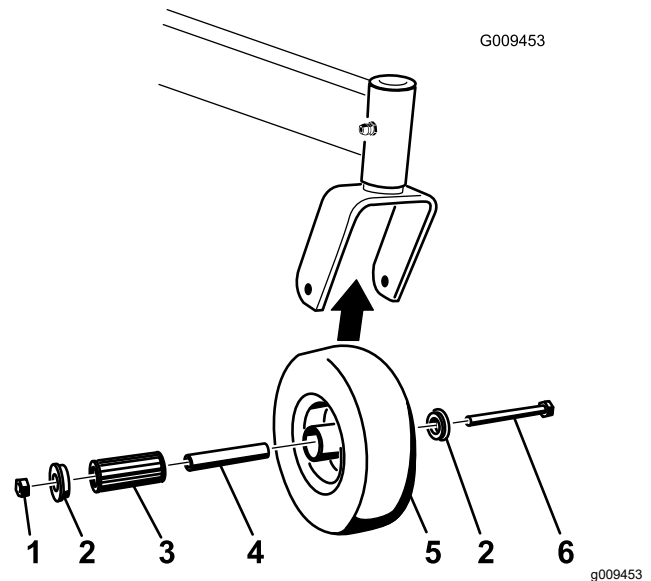

Bild 68
1. Entfernen Sie die Sicherungsmutter und die Radschraube, mit denen das Laufrad an der Laufradgabel befestigt ist (Bild 68).
2. Entfernen Sie eine Büchse und ziehen dann die Spannbüchse sowie das Rollenlager aus der Radnabe heraus (Bild 68).
3. Entfernen Sie die andere Büchse aus der Radnabe und entfernen Sie Fett- und Schmutzrückstände von der Nabe (Bild 68).
**Hinweis:** Tauschen Sie abgenutzte und beschädigte Teile aus (Bild 68).
5. Stecken Sie eine Büchse in die Radnabe (Bild 68).
6. Fetten Sie das Rollenlager und die Vierkantbüchse ein und schieben beide in die Radnabe (Bild 68).
7. Stecken Sie die zweite Büchse in die Radnabe (Bild 68).
8. Bringen Sie das Laufrad in der Laufradgabel an und befestigen Sie es mit der Radschraube und Sicherungsmutter (Bild 68).
9. Ziehen Sie die Sicherungsmutter so weit fest, dass die Vierkantbüchse auf die Innenseite der Laufradgabeln trifft (Bild 68).